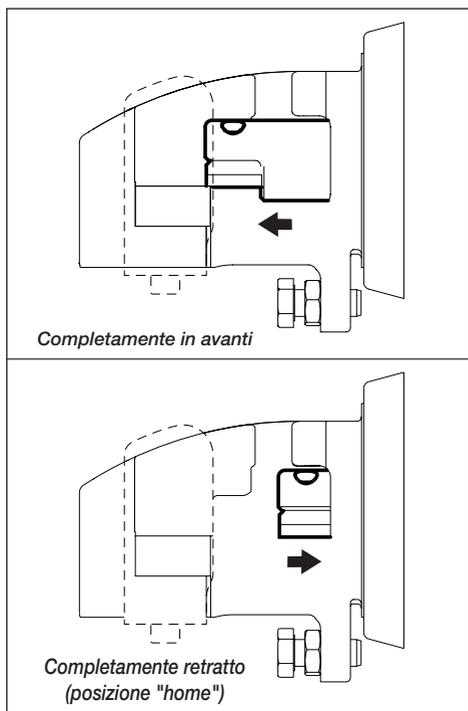

Figura 3, Posizioni del pistone (vista dall'alto)
2. Verificare che lo stelo si trovi in posizione "home" (completamente retratto). Vedere la figura 3.